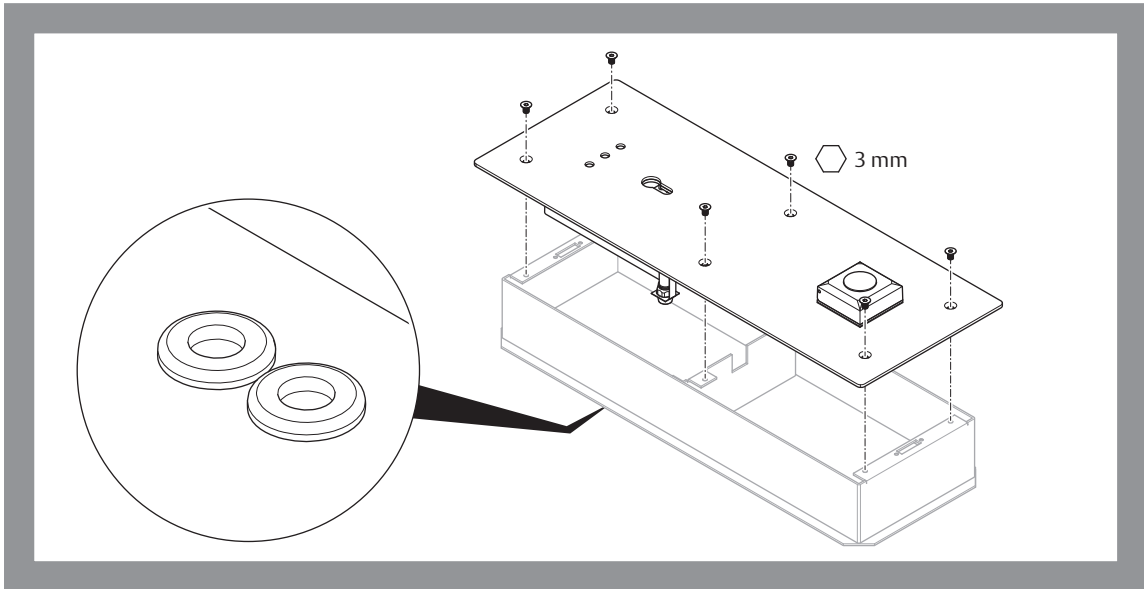

Abb. 2
- Führen Sie die Kabel seitlich am Betätigungsstift der Sabotageüberwachung vorbei (Abb. 2, Seite 8), wenn Sie das Gehäuse des Schlüsselschaltermoduls 1332-11 schließen.
- 1 Lösen Sie die Schrauben aus dem Gehäuse des Schlüsselschaltermoduls 1332-11, nehmen Sie das Gehäuse vorsichtig ab und stellen Sie es um 90° gekippt neben den Mikroschaltern des Schlüsselschaltermoduls ab (Abb. 2, Seite 8).
- 2 Montieren Sie einen passenden Profilhalbzylinder im Schlüsselschaltermodul 1332-11 (Abb. 2, Seite 8).